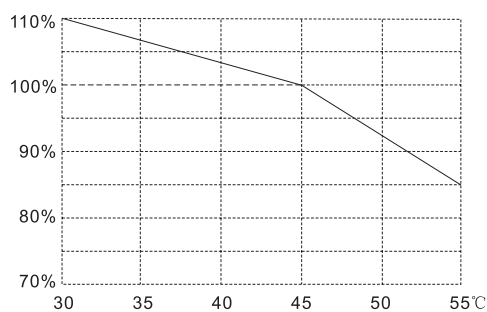
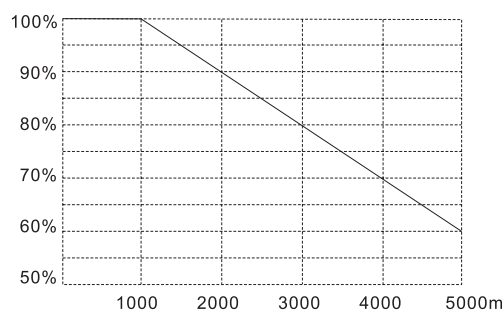

图3-1 额定输出电流与环境温度关系
图3-2 额定输出电流与海拔高度关系
- (1)不要安装在多导电尘埃、金属粉末、腐蚀性、爆炸性气体的场所，振动小于0.5G;
- (2)温度：-10~45℃，由于环境温度变高造成控制器散热效果变差，有必要降额使用，额定电流与环境温度的关系如图3-1所示；
- (3)湿度：20%~90%RH，无水珠凝结；
- (4)海拔：在海拔高度超过1000米的地区，由于空气稀薄造成控制器散热效果变差，按 GB/T3859.2-93标准要求有必要降额使用，额定电流与海拔高度的关系如图3-2所示。